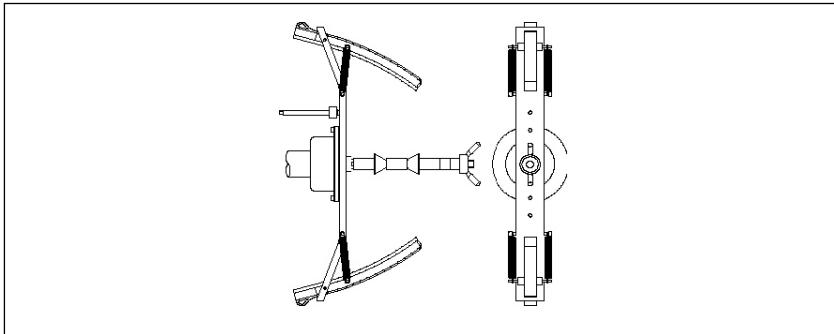

Figura F4.2 Coloque o bloco de equilíbrio de calibração no interior do clipe (fase de Cal2)
- 8) **h12--cal** é exibido após a parada. Coloque o bloco de equilíbrio de calibração no orifício marcado “CAL” no lado interno, como mostrado na figura F4.2;
- 9) Ajuste o clipe com o peso de calibração no topo para a posição vertical como mostrado na figura F4.2, pressione a tecla [P8]  ou coloque a capa protetora.